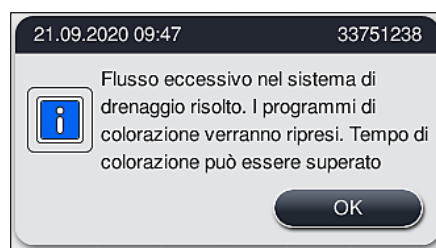

Fig. 123
- ✓ Se l'acqua che era bloccata defluisce, un altro messaggio sul display (→ "Fig. 123") informa l'utente che è possibile riprendere i programmi di colorazione. Premere **OK** (→ "Fig. 123") per proseguire.
1. Se i successivi tentativi di pulizia hanno esito positivo ed è possibile rimuovere l'ostruzione, il livello di acqua scende al di sotto del livello critico. Un messaggio sul display (→ "Fig. 123") informa l'utente che è possibile proseguire i programmi di colorazione. Premere **OK** (→ "Fig. 123") per proseguire. Viene visualizzata la possibilità di avviare i programmi e i programmi nel processo proseguono automaticamente.